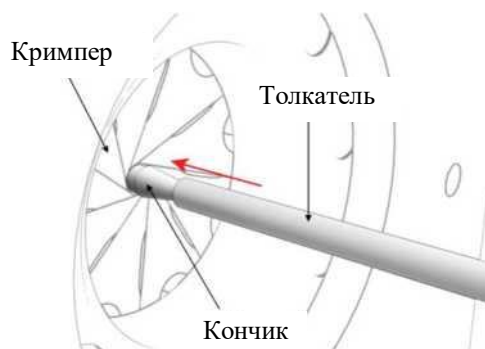

Рисунок 13. Проталкивание наконечника толкателем
6) Зафиксировать 1-ю внешнюю оболочку, взявшись за нее одной рукой, и вставить ТКЛА в 1-ю внешнюю оболочку, медленно нажимая на толкатель с другой стороны другой рукой (Рисунок 13). Проверить, хорошо ли закреплена проволока ТКЛА на крючках.